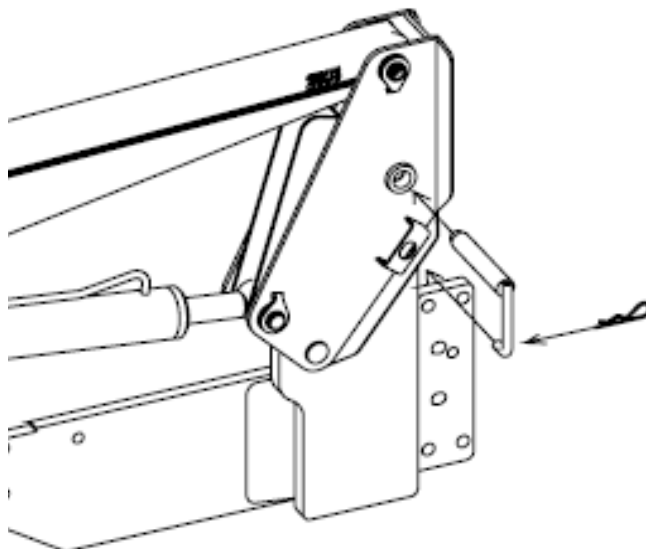

Рис. 6 Монтаж погрузчика на трактор
5. Установите оба штифта в опоры и зафиксируйте их шплинтами (рис. 6). Запустите трактор и медленно поднимите погрузчик так, чтобы стояночные опоры оторвались от поверхности земли.